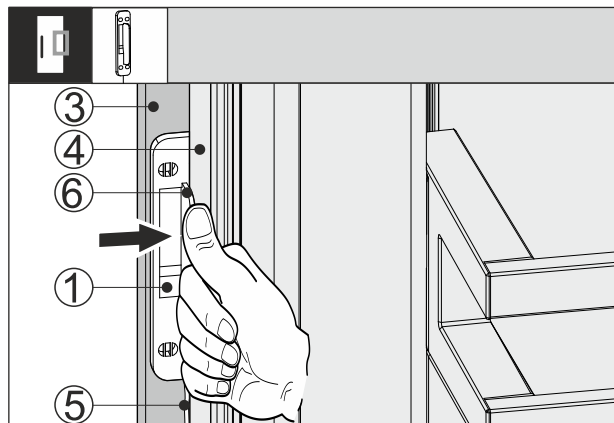

Fig. 66
- 将敲门传感器 Fig. 66 (1) 推到橱柜正面 Fig. 66 (3) 和冰箱门 Fig. 66 (4) 之间，从而略微张紧电缆 Fig. 66 (5)。将敲门传感器的止挡 Fig. 66 (6) 贴靠在冰箱门 Fig. 66 (4) 上。
- 将敲门传感器 Fig. 66 (1) 按到橱柜正面 Fig. 66 (3)。
- ▷ 敲门传感器 Fig. 66 (1) 已粘贴。粘贴敲门传感器可优化敲门信号的传输。
- 永久固定敲门传感器 Fig. 66 (1) 能够延长使用寿命。
- 使用随附的螺丝将敲门传感器 Fig. 66 (1) 拧到橱柜正面 Fig. 66 (3)。